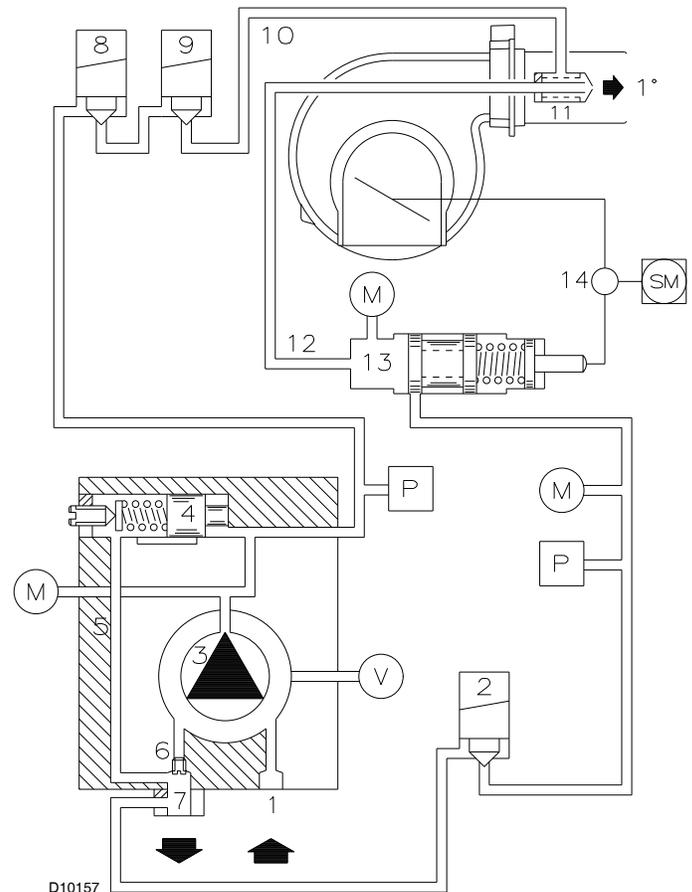

Fig. 48
- El control de funcionamiento se cierra, el motor arranca. La bomba 3)(Fig. 48) transporta el combustible desde el tanque a través de las tuberías 1) y bombea el mismo bajo presión para caudal. El pistón 4) se eleva y el combustible regresa al tanque a través de las tuberías 5) - 7).